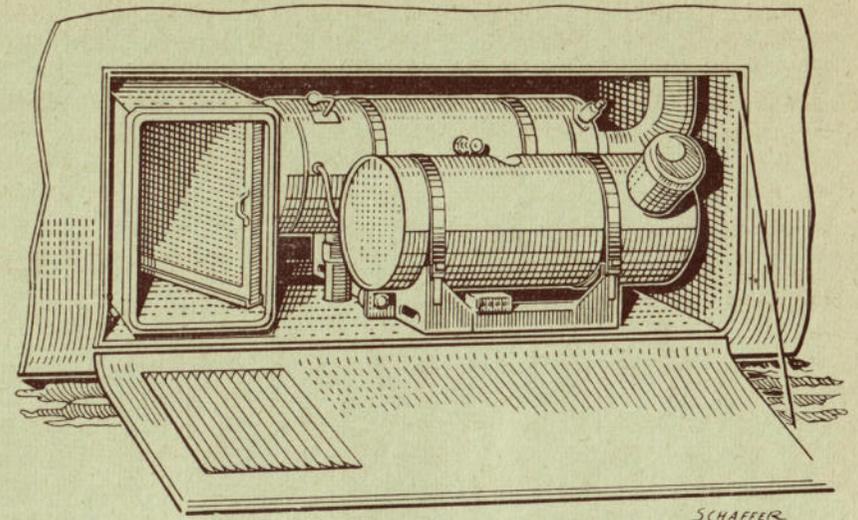

Abb. 2
- aus einem Elektromotor (9) mit dem Frischluftgebläse (7), der Brennstoffpumpe (10), dem Verbrennungsluftgebläse (8), dem Ölzerstäuber (11) und der Kupplung (16),
- aus einem Feuerraum, durch den Flammen-Einschnürring (19) unterteilt a) in die Hauptverbrennungskammer (14), in welche Dieselöl durch die Ölpumpe (10) über den rotierenden Ölzerstäuber (11) feinerstäubt eingesprüht und die Verbrennungsluft vom Eintrittsrohr (4) durch das Gebläse (8) gedrückt wird, sowie b) in die Nachverbrennungskammer (15), aus welcher nach restloser Verbrennung die Abgase durch Kanäle in den Wärmetauscher und anschließend durch das Abgasrohr (6) ins Freie strömen,
- aus dem Außenmantel, mit Frischluft-Eintrittsöffnung (1) und Warmluft-Austrittsöffnung (3), in welchem sich die durch das Frischluftgebläse (7) geförderte Heizluft an den Wandungen der Brennkammer und des Wärmetauschers erwärmt (2),
- aus einem Überhitzungsschutz, bestehend aus dem Temperaturfühler (21) und einem am Gerätständer angebrachten Auslöseschalter (s. Abb. 2).
Der Einbaukasten (Abb. 2)
Der Filterkasten Z 03.01 (Abb. 2)